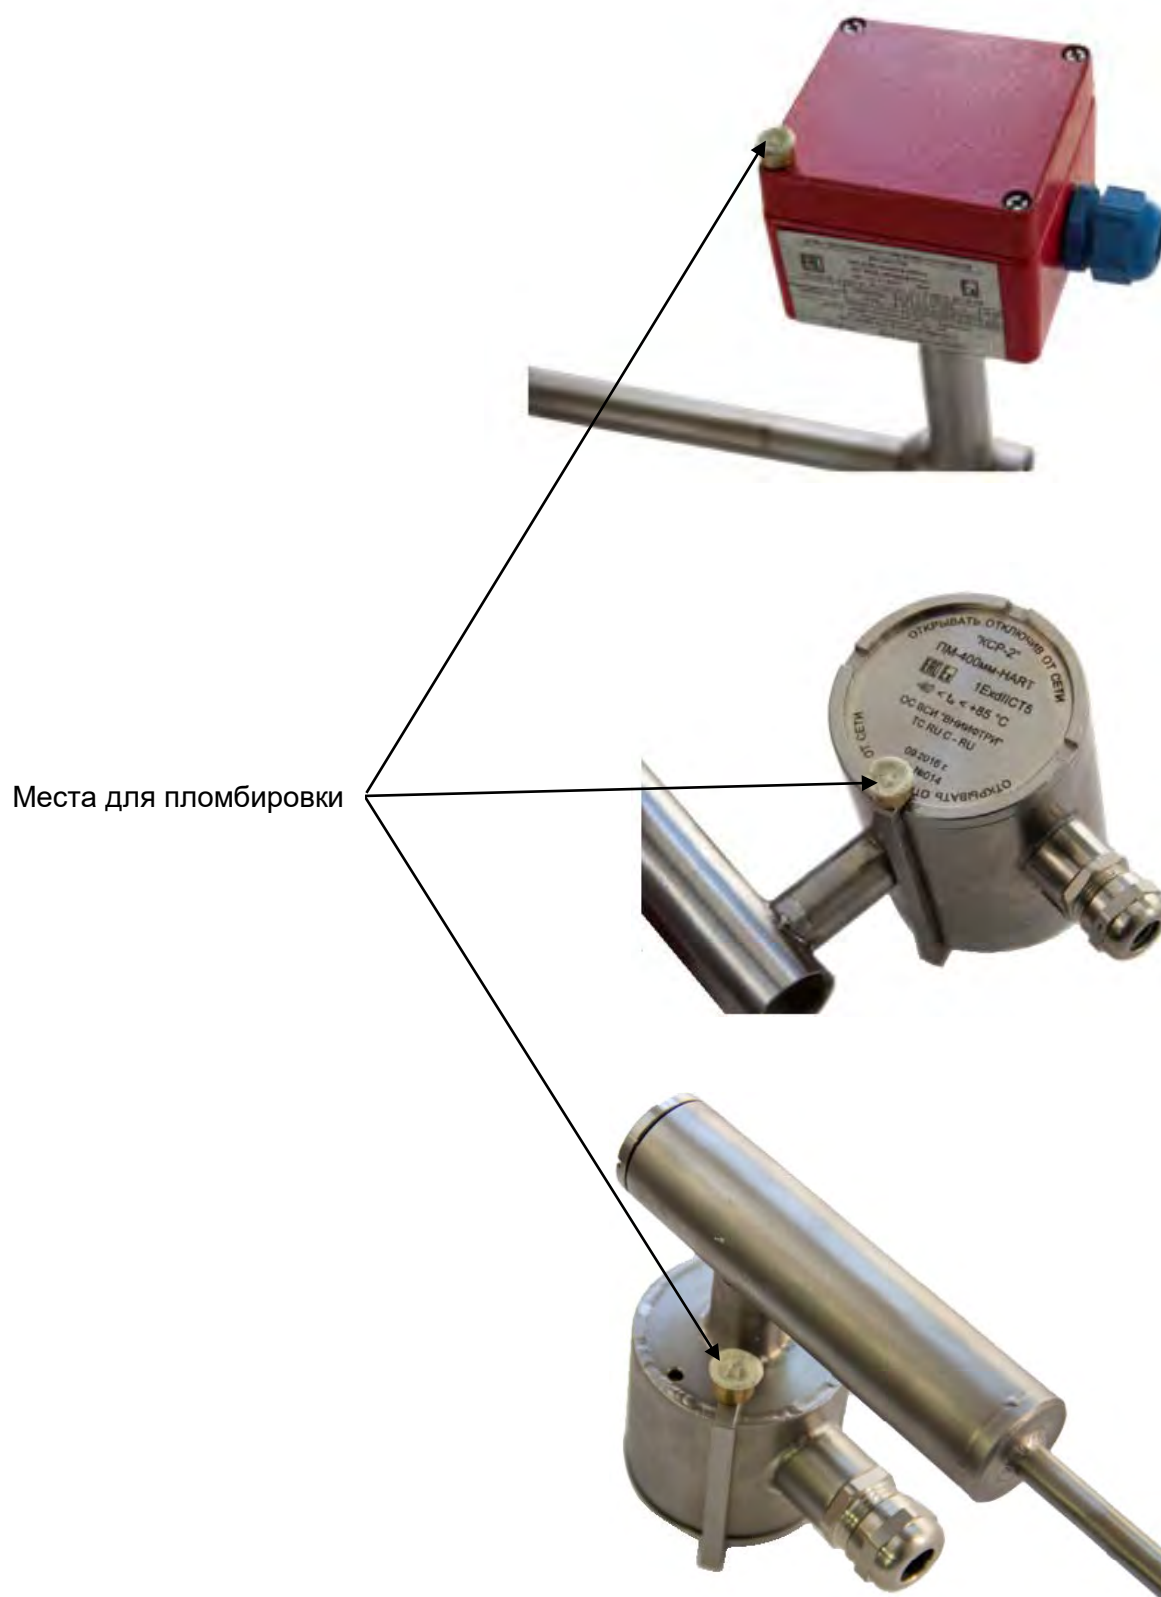

Рисунок 2 Места пломбировки корпусов соединительной коробки и электронных блоков
3.1.5 Магнитный выключатель крепится сбоку магнитного роликового указателя в крепежном пазе направляющими с винтами (за исключением тех случаев, когда его корпус выполнен из нержавеющей стали – в этом случае он крепится хомутами). Его положение можно изменять, перемещая магнитный выключатель по направляющим, изменяя тем самым уровень срабатывания выключателя (см. рис.2).